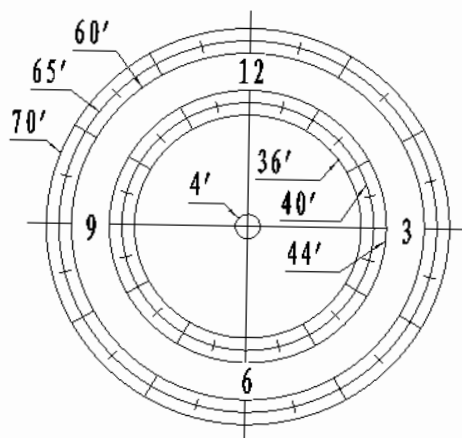

图 6
4. 按控制手柄“◀”或“▶”箭头转动赤经轴使其极轴镜中分化板转到正时钟位置(图 6), (带水平泡的极轴镜只需将水平泡调到水平即可)。